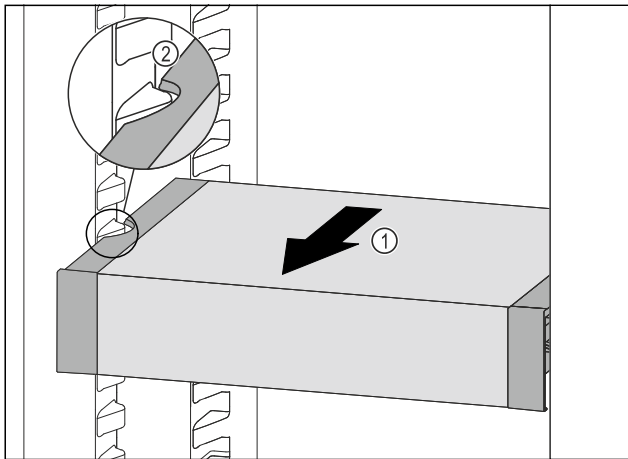

Fig. 67
- VarioSafe nach vorne ziehen Fig. 67 (1), bis sich die seitlichen Aussparungen des VarioSafes auf Höhe der Behälterrippe im Kühlteil befinden. Fig. 67 (2)